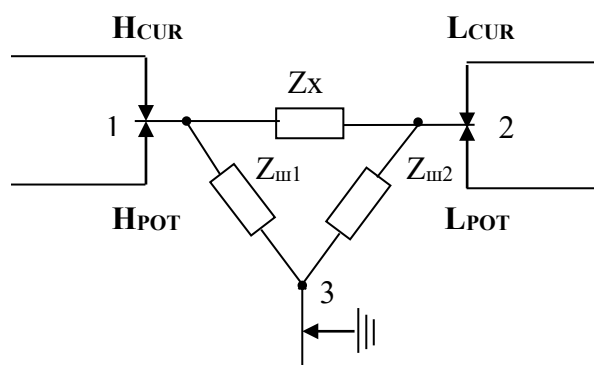

Рисунок 2.3 – Схема подключения трехзажимного объекта
2.2.7.1 Трехзажимный объект может быть представлен треугольником комплексных сопротивлений (рисунок 2.3).